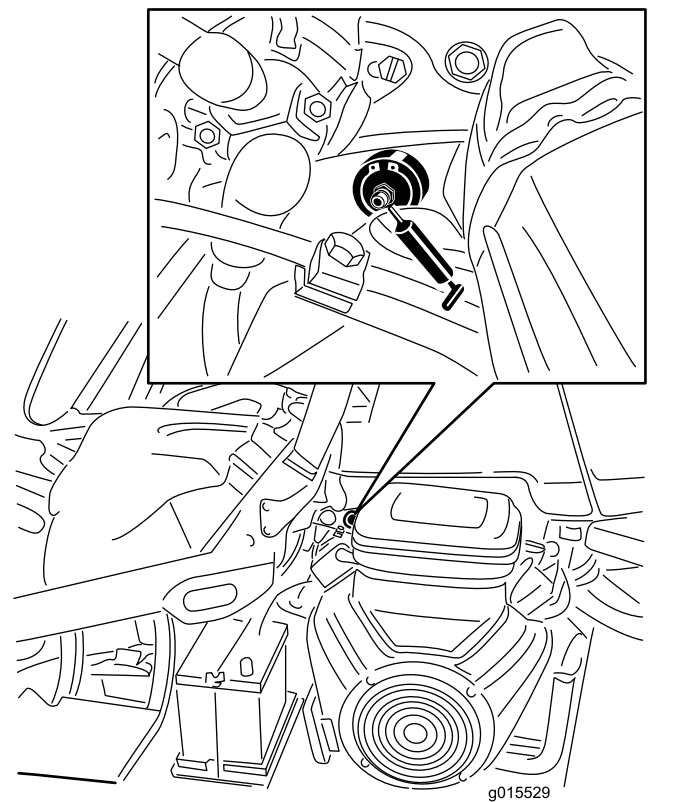

Figura 25
1. Limpe o copo de lubrificação para impedir a infiltração de resíduos nas bielas e buchas (Figura 25).